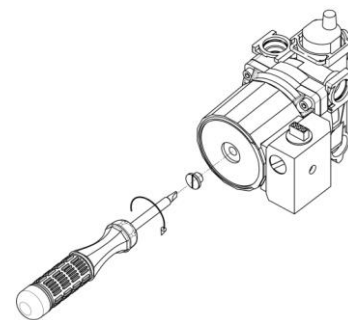

Рис. 10. Проверка циркуляционного насоса
- 9) не заблокирован ли насос. Для этого при помощи отвёртки открутите заглушку насоса и проверните его вал несколько раз туда и обратно (см. Рис. 10), при этом котёл необходимо отключить от электросети (вынуть вилку из розетки). Затем плотно закрутите заглушку. При выполнении данной операции возможны протечки теплоносителя из насоса, после установки заглушки необходимо удалить остатки теплоносителя с компонентов котла (протереть);